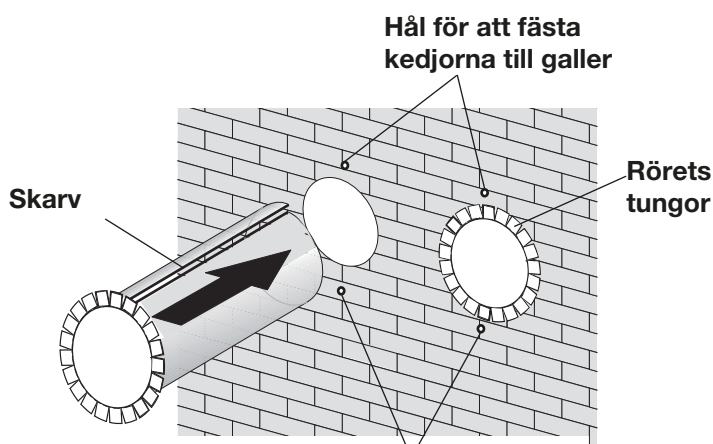
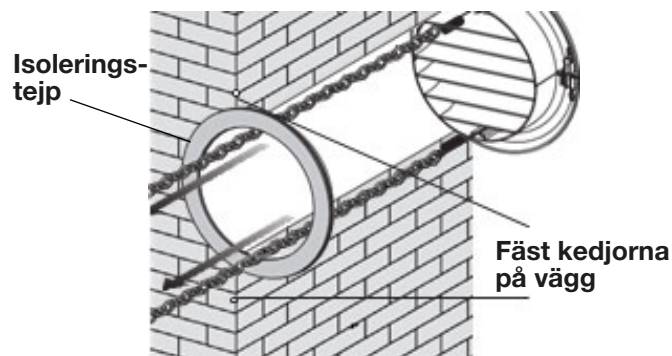

Fig.5
Fig. 7
- För in de två plaströren i hålen, och notera så att skarven (Fig. 5), alltid kommer uppåt.
- Fäst självhäftande isoleringstejp på (Fig. 7) på rörtungorna mot vägg (Fig. 5).